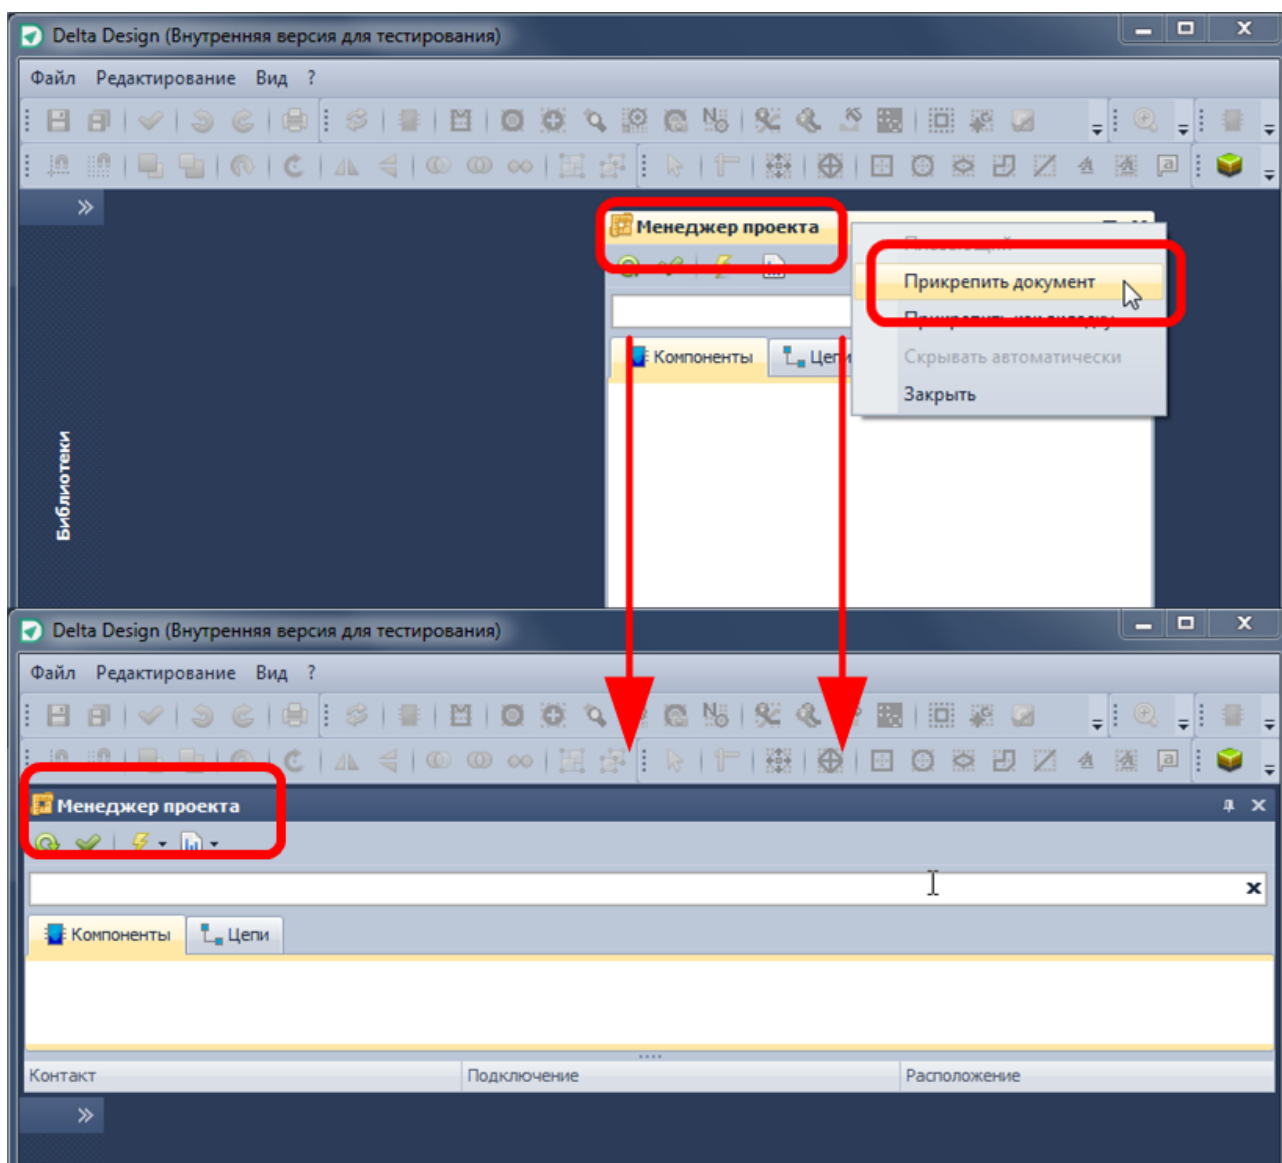

Рис. 10. Отображение элемента интерфейса в виде закрепленного документа
- *Прикрепить документ* – данный пункт переводит элемент в закрепленное положение, на краю рабочей области, см. Рис. 10. При этом выбирается последнее закрепленное положение, в котором находился данный элемент. Если элемент ранее не помещался на край рабочей области, то данный пункт не будет функционировать.